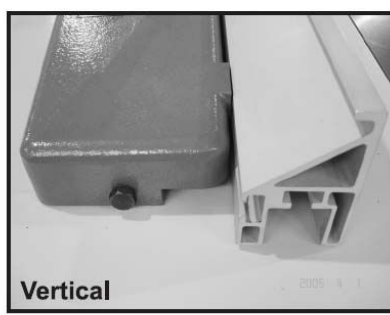
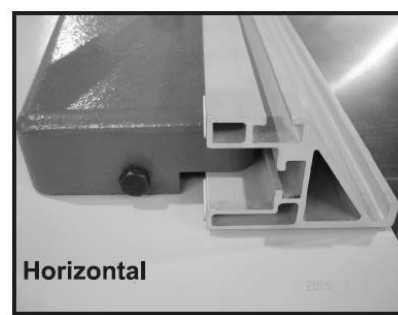

Fig. 50
Fig. 51
3. Установите продольную линейку в вертикальное положение для распила больших обрабатываемых элементов (см. рис. 50) или в горизонтальное положение для выполнения угловых распилов или для распила больших обрабатываемых элементов (см. рис. 51).